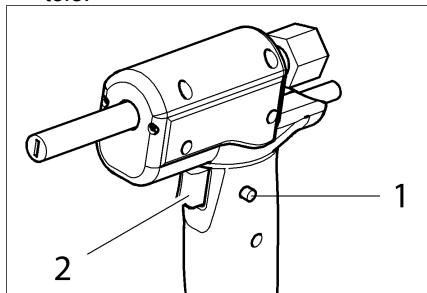

Abb. 10: Strahlpistole betätigen
- Drücken Sie den Sicherungsknopf (Pos. 1 in Abb. 10 an der Strahlpistole).
- Betätigen Sie den Abzugshebel (Pos. 2 in Abb. 10) an der Strahlpistole.
- Geben Sie den Abzugshebel (Pos. 2 in Abb. 10) frei. Der Trockeneisstrahl wird sofort unterbrochen.